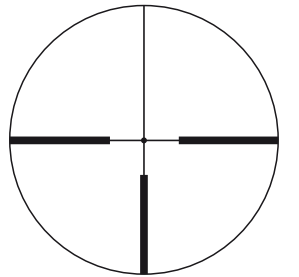

Рис. 3-1
(1) Фокусировка
- ① Посмотрите в окуляр так, чтобы глаз находился на расстоянии примерно 10 см (4 дюйма) от линзы окуляра, и была видна подсвеченная визирная сетка #4 с точкой (рис. 3-1). Глаз должен смотреть по центру окуляра и с правильным выносом выходного зрачка, иначе изображение будет выглядеть «затемненным».
- ② Направьте объектив прицела на небо (НЕ НАПРАВЛЯЙТЕ на солнце) или на ровную однотонную стену.
- ③ Поворачивайте кольцо регулировки окуляра против часовой стрелки, а затем по часовой стрелке до тех пор, пока визирная сетка не станет четкой.